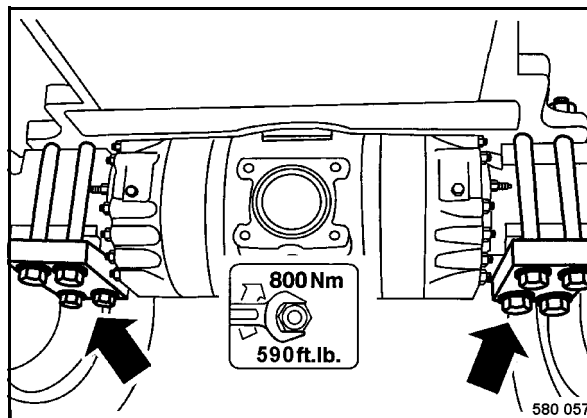

Fig. 161
- Comprobar el asiento fijo de todas las tuercas de fijación de los pernos de fijación del eje (Fig. 161).